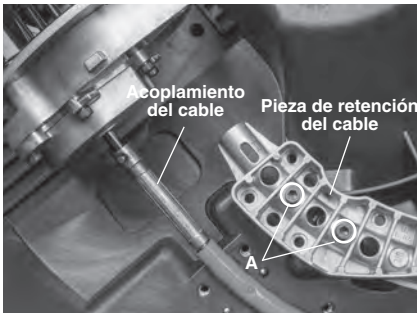

Figura 19 – Instalación del cable
- Afloje los tornillos de la pieza de retención de la vaina (A) en dos vueltas (Figura 19), sin extraer los tornillos.
- Quite los sujetadores de la pieza de retención del cable y la pieza de retención (Figura 19).
- Instale los cuatro sujetadores de la pieza de retención del cable, sin apretarlos. Vea la Figura 19. Asegure que la vaina del cable esté a una distancia de